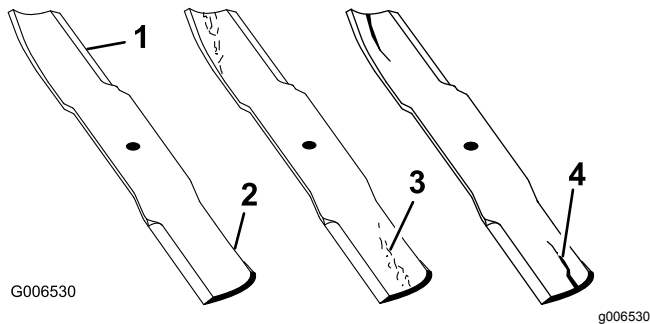

Figure 90
1. Examinez le tranchant des lames (Figure 90). Si les lames coupent mal ou présentent des indentations, déposez-les et aiguisiez-les. Voir Entretien des lames (page 63).
2. Inspectez les lames, et plus particulièrement l'ailette (Figure 90). Remplacez immédiatement toute lame endommagée, usée ou qui présente une entaille (Figure 90).